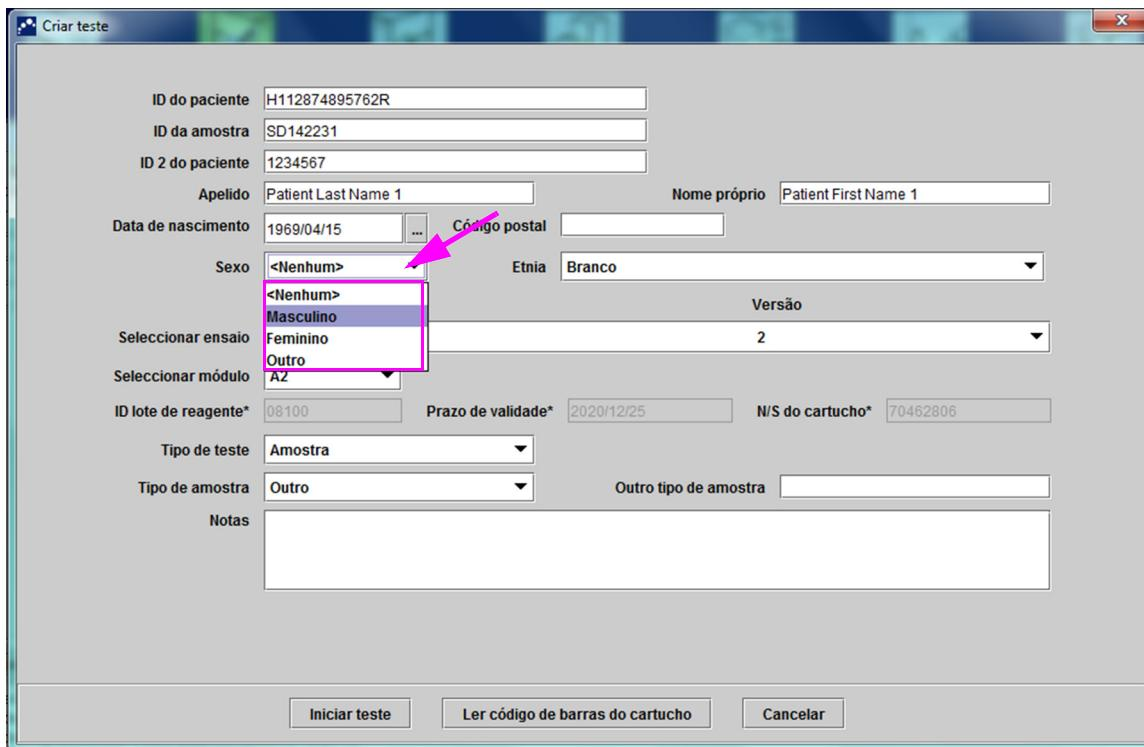

Figura 5-26. Caixa de diálogo Create Test (Criar teste) apresentando o campo **Gender (Sexo)**
C. **Gender (Sexo)** - Clique na seta do menu pendente na caixa **Gender (Sexo)** e seleccione o sexo adequado no menu pendente exibido (consulte a figura 5-26).